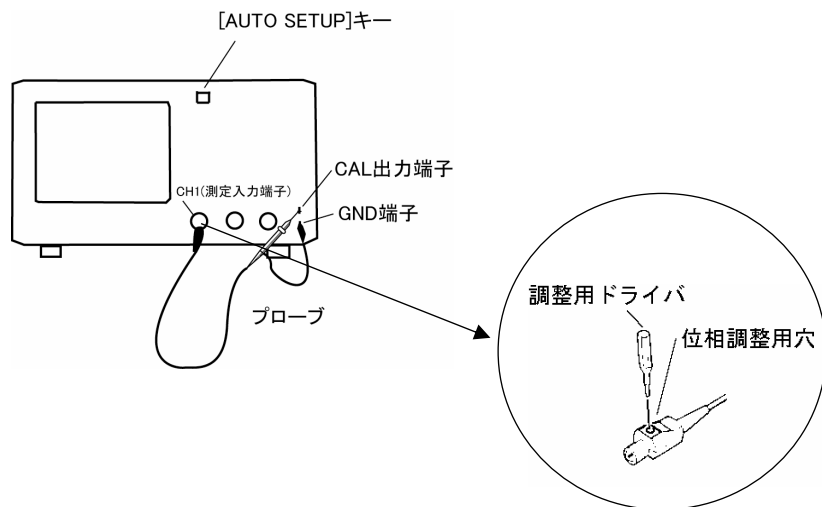

図 2.30 プロープの接続
- ① プロープの BNC コネクタ側を測定入力端子 (CH1~2) に接続します。(図 2.30 参照)
- ② プロープの先端を GND 端子と CAL 出力端子に接続します。(図 2.30 参照)
- ③ [AUTO SETUP] キーを押します。
- ④ 画面の方形波 (図 2.31(a), (b)) を見ながら、プローブの位相調整用穴に付属の調整用ドライバを差込んで回して (図 2.30 参照)、方形波を理想波形 (図 2.31(c)) にできるだけ近くなるように調整します。